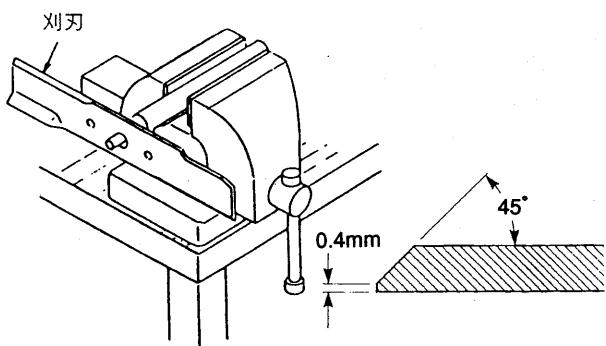

図65 刈刃のバランスの取り方
- (1) モアを本機から外して、上下ひっくり返して裏向きにする。
- (2) 刈刃とモアカバーの内側との間に木片をはさみ、刈刃を着脱するときの回り止めにする。
- (3) 刈刃締付けボルトを外し刈刃を取外します。
- (4) 刈刃の刃部の角度は図65のように45°にしておいてください。
- (5) 刃先厚を0.4 mm 確保してください。
- (6) 研ぎ上がった刈刃は取付ける前に回転のバランスを確認してください。刈刃のバランスが悪いと刈刃回転中に振動が発生しモアの破損の原因となります。もしバランスが取れていない場合は、バランスが取れるまで、刈刃の重い側を削ってください。